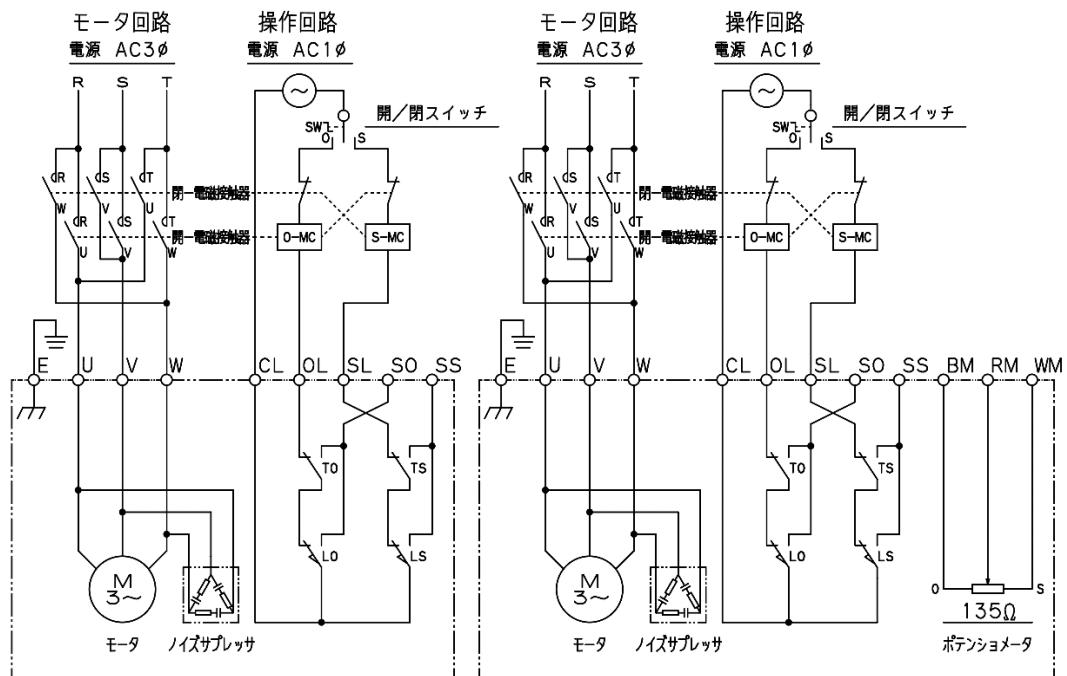

図 6. B 形標準内部接続図 及び C 形標準内部接続図
- (1) スイッチカバーを取り外します。スイッチカバーの接合面にはOリングが入っていますので、紛失したり傷を付けないように注意してください。
- (2) ケーブルをケーブルグランドに通しケーブル先端に圧着端子を取付けます。圧着端子のかしめは適正工具で確実に行ってください。
- (3) 図6に標準接続図を示します。その他特殊仕様の場合、本図通りでは無いことがありますので、接続図や仕様書で確認してください。
- (4) 端子台への接続は、プラスドライバーの2番を使用し確実に行ってください。
- (5) 配線終了後、Oリングの挟み込みに注意してスイッチカバーを取付けてください。